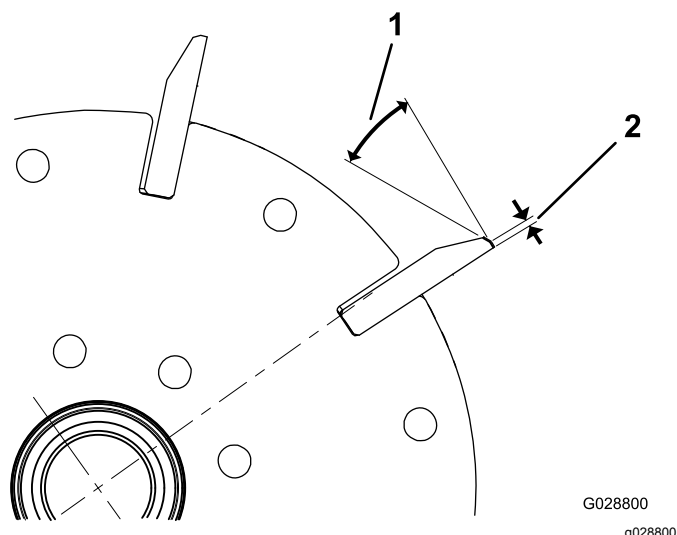
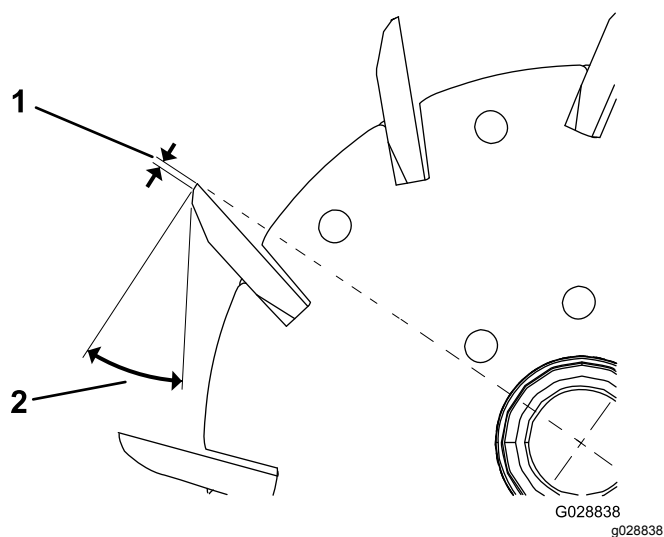

図 23
図 24
1. 全部のリール刃に 30 °の角度で2番削りを行って、ランド部の幅を 1.3 mm にしてください 図 23 と 図 24。